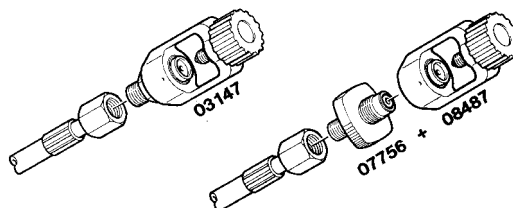

Abb. 21 Internationaler Füllanschluß
- Druckluftflaschen mit internationalem Füllanschluß können entweder mit Flaschenanschluß, Bestell-Nr. 08487-635 am deutschen Füllanschluß oder mit Flaschenanschluß, Bestell-Nr. 03147-635 direkt am Füllschlauch angeschlossen werden (s. Abb. 21)